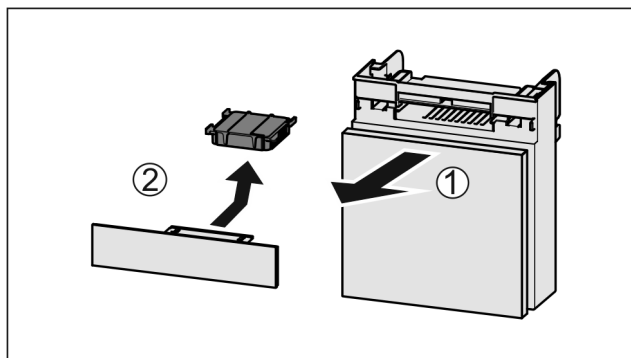

Fig. 76
- ▶ Predal izvlecite Fig. 76 (1) naprej.
- ▶ Odstranite Fig. 76 (2) aktivni ogljeni filter.